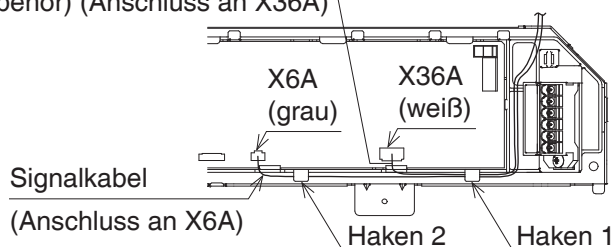

Abbildung 14
- Verbinden Sie die Verkabelung mit dem UV-Diffusionsluftreiniger und dem Schaltkasten des Innengeräts. (Siehe **Abbildung 14.**)
- * Verwenden Sie den Relaiskabelbaum (3) für die Standardblende.
- Ziehen Sie den Relaiskabelbaum (3) durch die Kabeldurchführung 2 und verbinden Sie die Steckerseite des Relaiskabelbaums (3) mit dem Anschluss X36A (weiß). Führen Sie dabei den Relaiskabelbaum (3) unter dem Haken 1 hindurch.